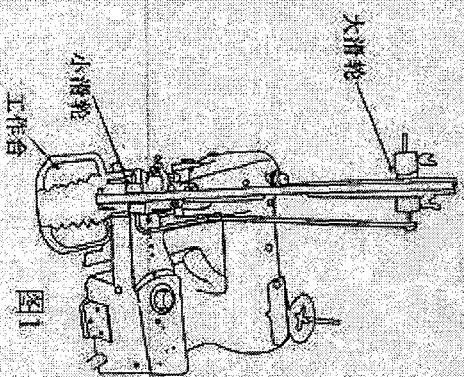
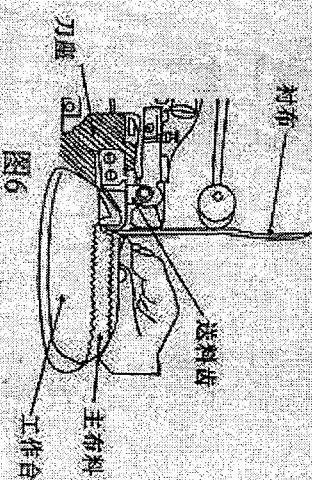

图1
图6
注意：小滑轮距工作台面应在60mm左右(如图1)。
3、衬布安装在大滑轮上(参见图1)，用镊子夹住衬布前端，送入前端送料齿，衬布应在主布料之上。(图6)